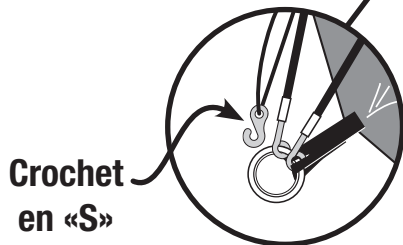

Fig. 9
- Attachez les sandows à crochet en «S» (aux coins du double toit) aux bagues des coins de la tente. (Fig. 9)